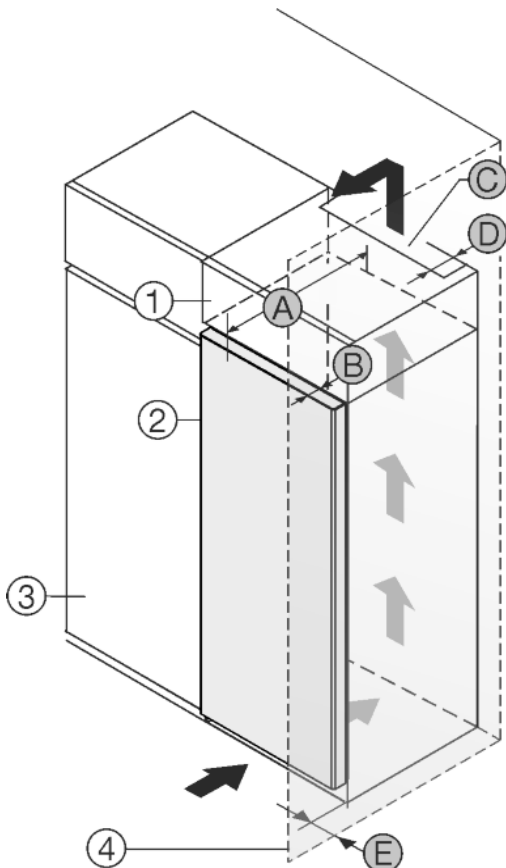

Fig. 1
Установите устройство непосредственно рядом с кухонным шкафом Fig. 1 (3).*
На задней стенке дополнительного шкафчика должен быть вентиляционный канал с глубиной Fig. 1 (D) по всей ширине этого шкафа.
Нужно соблюдать вентиляционное отверстие Fig. 1 (C) под нижней панелью.
Если устройство установлено на шарнирах у стены Fig. 1 (4), то расстояние между устройством и стеной должно составлять не менее 40мм. Настолько выступает ручка при открытой двери.